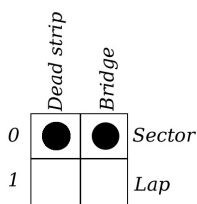

Figura 12: ponte DS sensor de sector, corte de pista sensor de sector
Para que ambos, el puente DS y el corte de pista, sean interpretados por la *Track Interface* como sensores de sector, es necesario ajustar el doble *swich* (5) como mostrado en la figura 12.